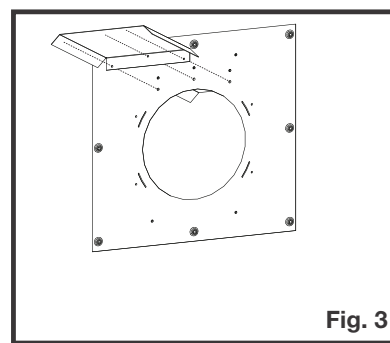

Fig. 3
3. Installez l'autre écran protecteur sur l'autre côté de l'espaceur coupe-feu (**Fig. 3**).
3. Utilisez les attaches à l'étape 1 pour maintenir la nouvelle hauteur de bouclage d'évent (Fig. 3).